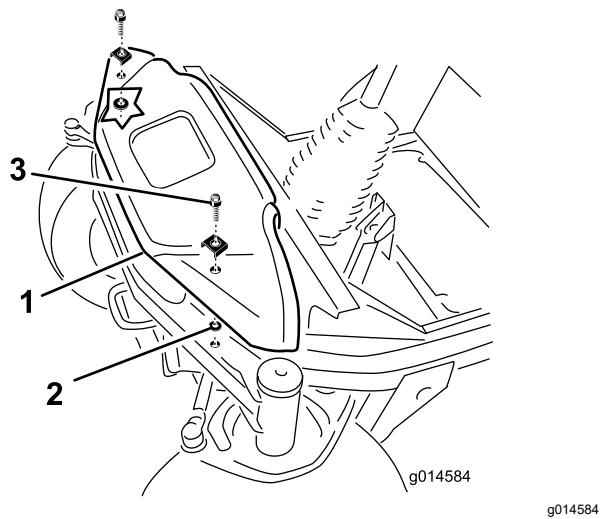

図 8
- 前カバーを前アクスル上部に固定しているフランジヘッドボルト2本を外す図8。